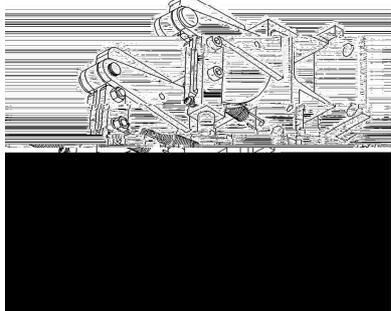

图 31 刹车线与手柄连接杆
2. 将刹车线从手柄连接杆的圆通孔处穿出，并用组合螺栓将刹车线纽扣压紧（4~6N.m）。见（P11 图 31）；